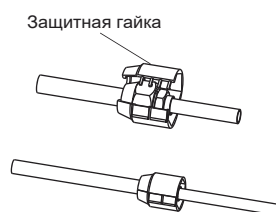

Рис. 5-5
- Защитная гайка является одноразовой деталью и не может быть использована повторно. В случае снятия ее следует заменить на новую. (См. Рис. 5-5)